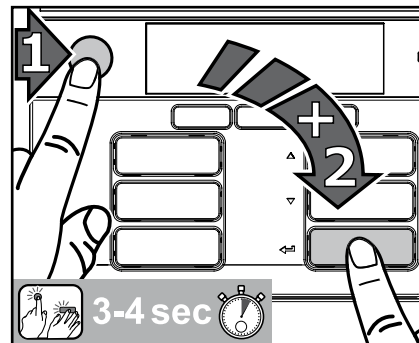

Рис. 31
1. Нажать сначала кнопку СТОП, затем - кнопку ввода и одновременно удерживать обе кнопки нажатыми 3-4 секунды, чтобы перейти в режим очистки. (Рис. 31)